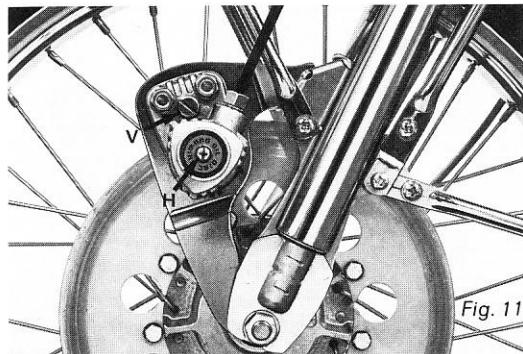

Fig. 11
L'étrier porte-garniture de frein comorte une garniture fixe (Fig. 10) (côté intérieur du disque) et une garniture mobile (côté extérieur du disque) (Fig. 11). Il importe d'abord que la garniture fixe soit à une distance approximative de 0,5 mm du disque. On obtient ce résultat en déplaçant l'ensemble de l'étrier par action sur la vis de réglage V
- 2° Dévisser et retirer la vis H de remplissage du circuit d'huile, située sur l'étrier (Fig. 11).